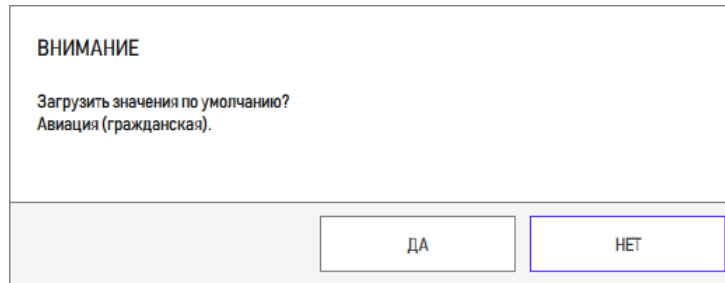

Рисунок 8 – Вид информационного окна подтверждения загрузки
3) Для подтверждения загрузки выбранного набора классификаторов выводится информационное сообщение, в котором для подтверждения загрузки нажать кнопку «ДА» (рисунок 8).